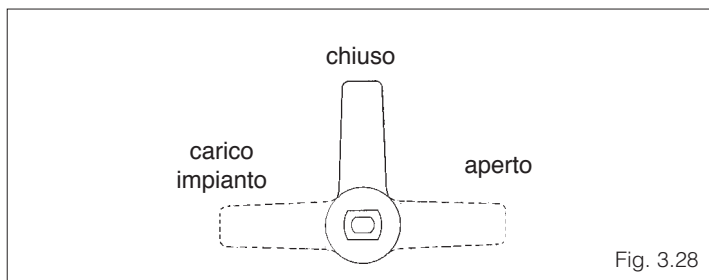

Fig. 3.28
- chiudere il rubinetto d'entrata sanitario (fig. 3.28)